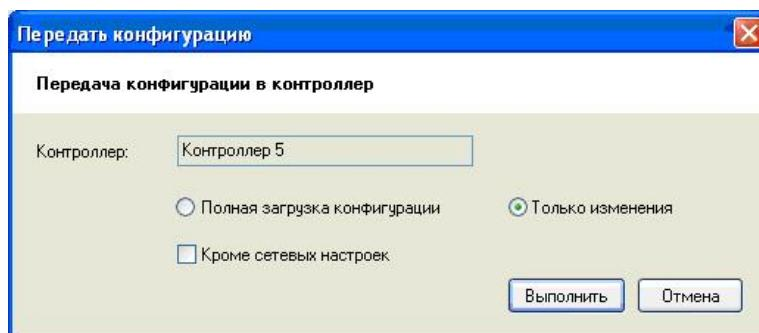

Рисунок 258
14) В окне "Выбор контроллера" выберите запись с исходным адресом и нажмите кнопку "Выбрать". На экране появится окно выбора типа загрузки данных (см. Рисунок 258).
- 15) В окне "Передать конфигурацию" выберите "Только изменения", убедитесь, что НЕ отмечена кнопка "Кроме сетевых настроек и параметров авторизации" (см. Рисунок 258) и нажмите кнопку "Выполнить".